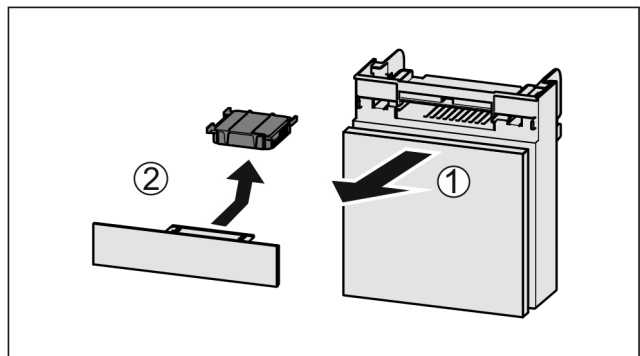

Fig. 36
- Потягніть Fig. 36 (1) відділення вперед.
- Витягнути Fig. 36 (2) фільтр з активованого вугілля.